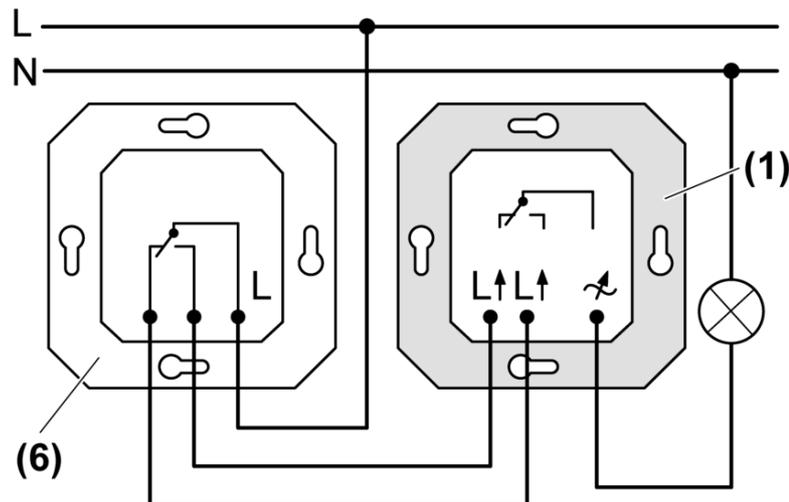

Figure 3: Commutation intermittente
- Raccorder le variateur (1) et l'interrupteur va-et-vient (6) conformément au schéma de raccordement (figure 3)